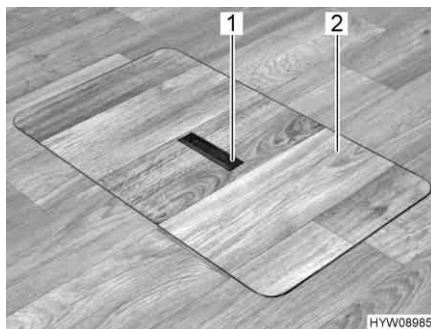
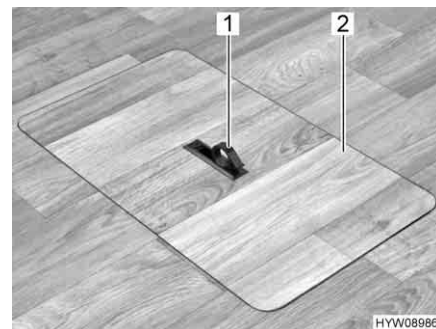

Fig. 80 Copertura vano pavimento (maniglia abbassata)
Fig. 81 Copertura vano pavimento (maniglia estratta)
- Spingere la piastra di presa (Fig. 80,1) verso il basso da un lato. La maniglia (Fig. 81,1) viene ruotata verso l'alto.
- Alzare la copertura (Fig. 81,2).
- Collocare la copertura (Fig. 81,2) nell'intelaiatura presente sul fondo.